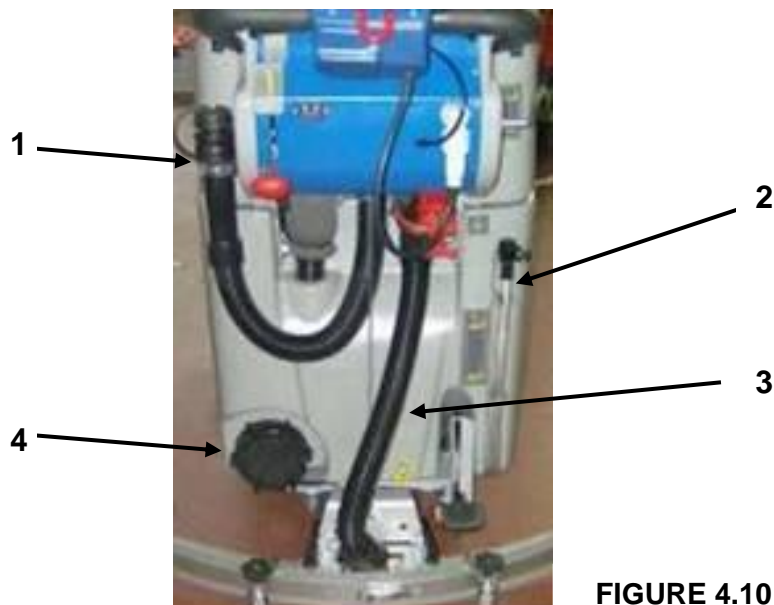

FIGURE 4.10
L'auto-laveuse est dotée de deux tuyaux de vidange de l'eau (figure 4.10) :
- tuyau de vidange du réservoir de récupération (détail 1, figure 4.10) ;
- tuyau de vidange de l'eau propre (détail 2, figure 4.10) ;
En outre, l'auto-laveuse est dotée d'un tuyau flexible qui permet l'aspiration des eaux de lavage (détail 3, figure 4.10) et d'une ouverture d'inspection et de nettoyage du réservoir (détail 4, figure 4.10).